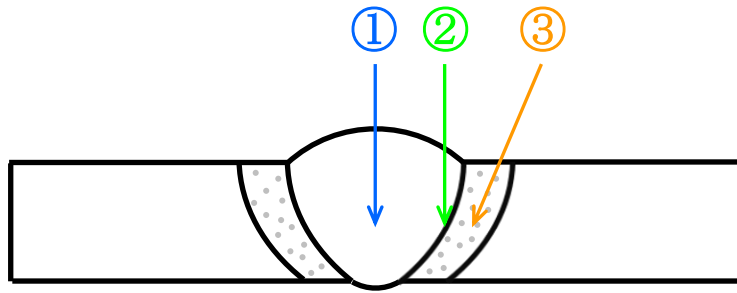

図1. 溶接部の説明
溶接金属	溶接作業で溶融・凝固して形成された金属であり、母材溶融部単体、もしくは母材溶融部と溶着金属が合わさっている。 （図1．①の部分）
ボンド部	溶接金属と熱影響部の境目となる部分。（図1．②の部分）
熱影響部	溶接作業等で溶融はしていないが、熱の影響で材料の性質が変化した部分。（図1．③の部分）